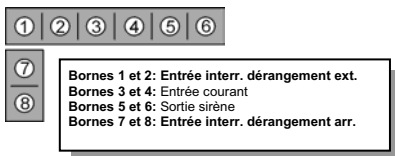

Figure 2 : Connexions câblage
4. Branchez un transformateur 500mA, 12VDC ou 9VAC, aux bornes 3 et 4 du bornier principal (la polarité n'est pas importante) – voir Figure 2.
19. Branchez le transformateur au bornier principal puis la batterie de secours au Connecteur Batterie. – voir la Figure 2 pour des informations supplémentaires concernant les connexions du câblage.